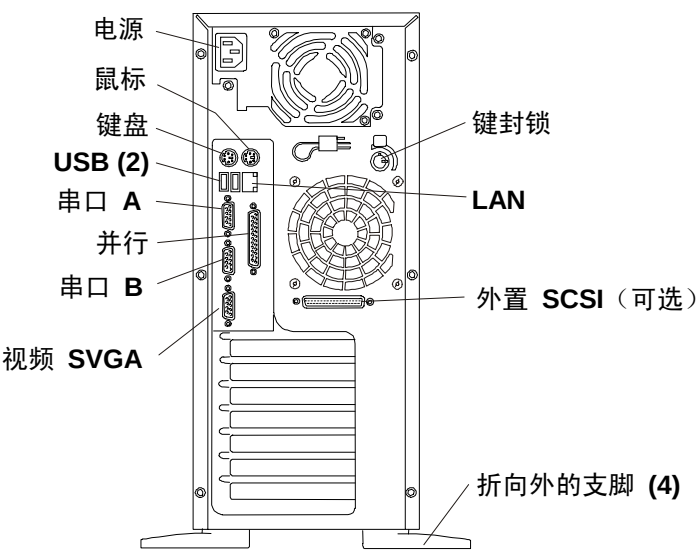

图 1-3. 背面板和端口
下面列出了背面板上的端口和接口，并且图 1-3 中会显示这些端口和接口。
1. 确保 HP NetServer 的电源线已连接至电源。请参见图 1-3。